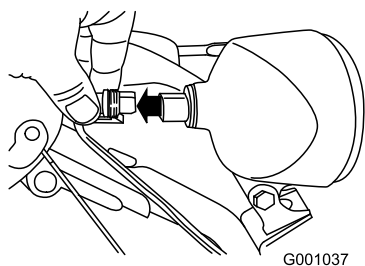

Figure 62
1. Débranchez le connecteur à l'arrière du phare (Figure 62).